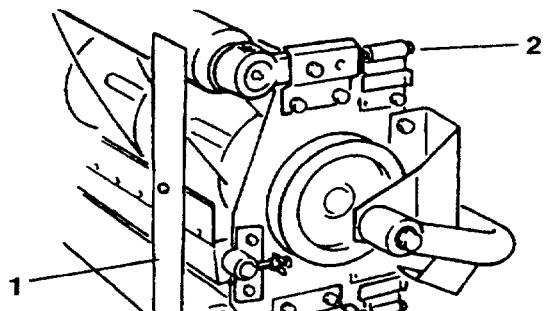

**Figure 42**
4. Desserrer les (2) boulons à tête bombée carrée sur le dispositif de réglage de la contre-lame (Fig. 42).